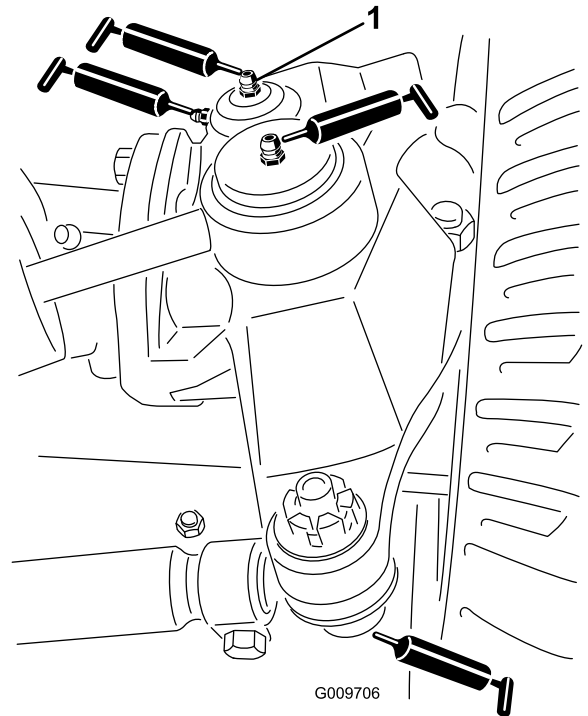

Bild 52
- Lenkzylinder-Kugelgelenke (2), wie in Bild 52 abgebildet
- Spurstangen-Kugelgelenke (2), wie in Bild 52 abgebildet
- Achsschenkelbüchsen (2), wie in Bild 52 abgebildet